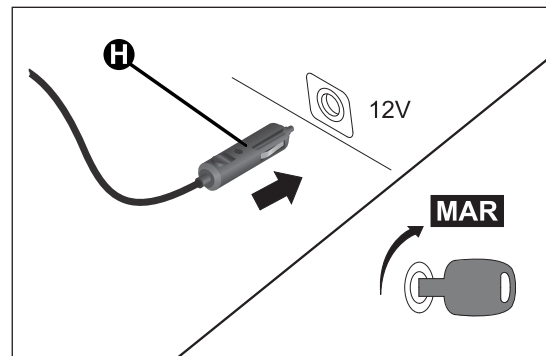

fig. 123
- introduire la fiche H fig. 123 dans la prise de l'allume-cigare de la voiture (12 V) ;